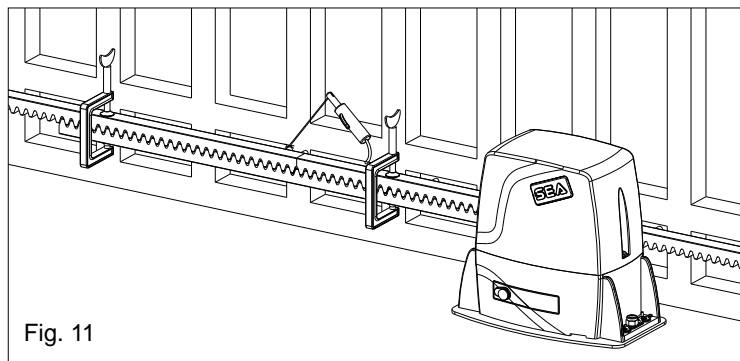

Fig. 11
6.4. controllare che tutti gli elementi della cremagliera risultino perfettamente allineati e posizionati correttamente (dentature in fase). Si consiglia di contrapporre a due elementi successivi un terzo elemento come indicato in Fig. 11;